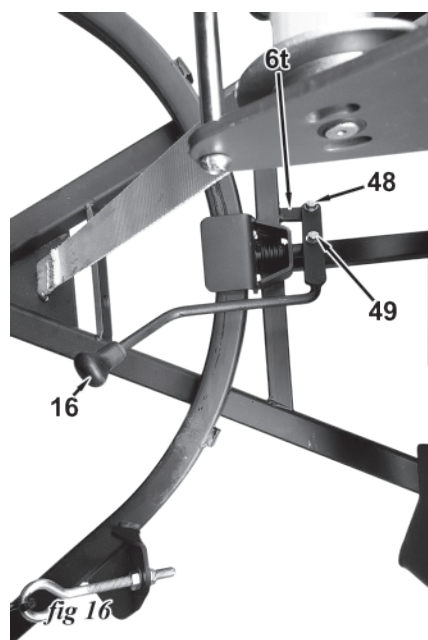

fig 16
16. Assembler la poignée de verrouillage au cadre A pour qu'elle opère la barrure à ressort dans la partie supérieur du cadre A de façon facile. Visser l'extrémité du manche à l'opposé de la poignée (16, fig.16) à l'œil dans le petit onglet dans le centre traverse du cadre A (6t, fig.16) avec un boulon M8 x 35 mm (48, fig.16) et 2 x 8 mm rondelles. Fixez avec un écrou de 8 mm Nylock. Visser la poignée pour le trou de la goupille de verrouillage d'angle avec un boulon M8 x 35 mm (49, fig.16) et 2 x 8 mm rondelles. Fixez avec un écrou de 8 mm Nylock.
17. Fixer le déflecteur de neige sur la partie supérieure de la lame. Placer le déflecteur de caoutchouc le long de l'angle en haut de la lame de charrue. Utiliser les longues et le court baguettes de métal pour boulonner en place. Fixer en place avec les boulons (8) M10 x 25 mm à la lame à travers tout sauf les deux trous d'extrémité. En fin les deux trous des extrémités, insérez les bouts filetés des deux marqueurs de la lame. Boulonner le tout avec des écrous de 10 x M10 enfilées sur du dessous de la bride.